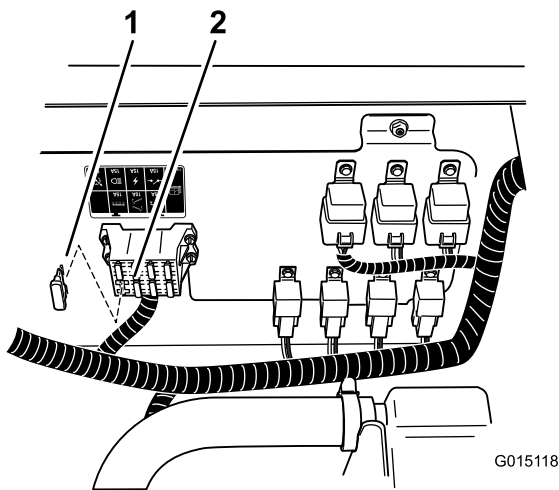

Рисунок 29
- Установите предохранитель на 10 Ампер в блок предохранителей (Рисунок 29).